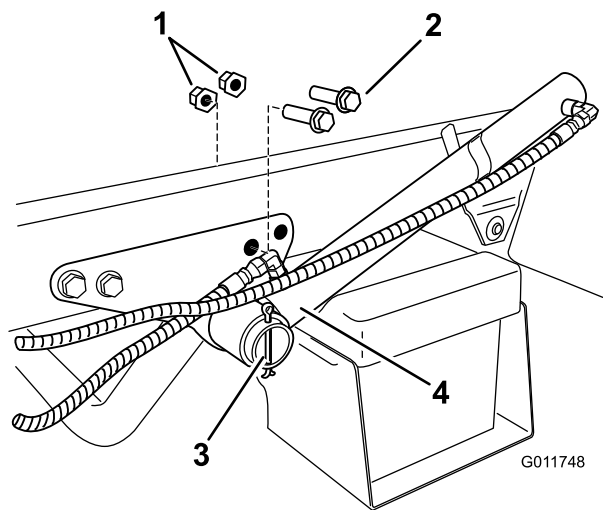

図 17
1. 昇降シリンダ・ブラケットについている後ボルトとフランジナット（各2）を取り外す（図 17）。ボルト・ナットは後で使用する。